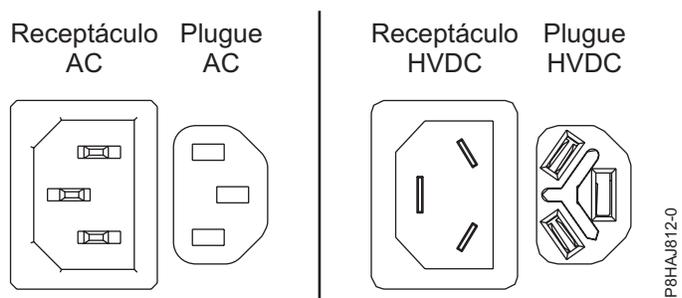
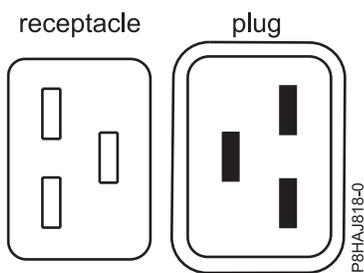
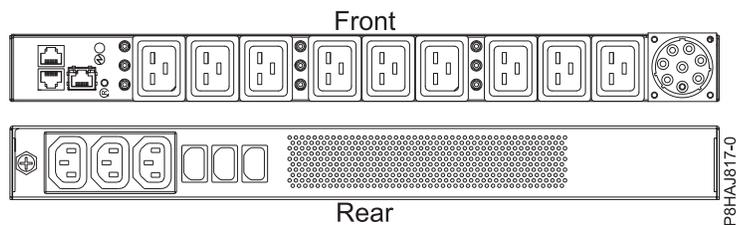

Figura 25. Conectores AC e HVDC
Figura 26. Conectores do sistema 8408-44E
Figura 27. O PDU para o sistema 8408-44E
O Figura 25 na página 42 mostra os conectores de corrente alternada (AC) e de corrente direta de alta voltagem (HVDC) suportados. O Figura 26 na página 42 e o Figura 27 na página 42 mostra os